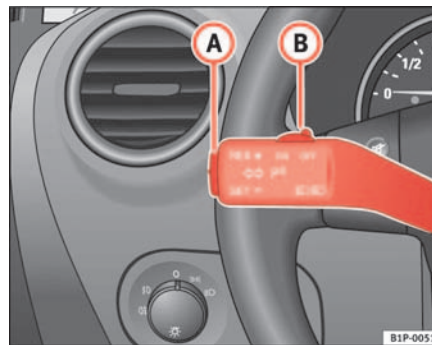

Abb. 122 Blinker- und Fernlichthebel: Schalter und Wippe für die GRA
- Schieben Sie den Schalter ⇒ Abb. 122 **(B)** nach links auf **ON**.